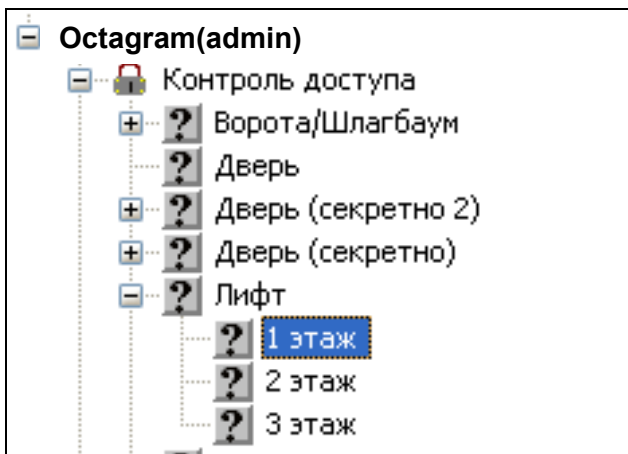

Рисунок 12
- Произведите поиск устройств в ПО Octagram Flex. В дереве компонент программы должны появиться контроллер и все подключенные к нему адресные модули (Рисунок 12).